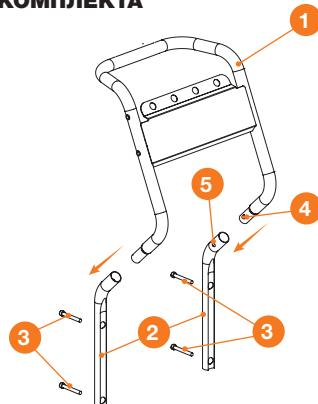

Рис. 3
- Присоедините нижние рукоятки ② к отверстиям на корпусе мойки и закрепите крепежными элементами ③ (Рис. 3).
- Вставьте верхнюю часть рукоятки ① в нижнюю часть ② таким образом, чтобы язычок ④ совместился с пазом ⑤ до щелчка.